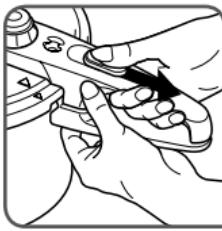

fig 1
- Tenez la poignée longue de cuve (K) dans une main, prenez la poignée du couvercle (C) de l'autre main et à l'aide du pouce tirez sur le bouton d'ouverture (F) - Fig 1